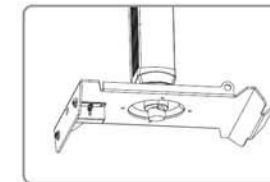

Figure 4
1. Die Halterung verfügt über die obere Projektoraufnahmeplatte (7) und untere Platte (8).
3. Drücken Sie den Sicherheitsverschluss (9) um die untere Platte zu lösen. (Fig. 3 & Fig. 4)
4. Verbinden Sie die obere Projektorplatte (7) mit vorinstallierter Kugelgelenkschale (5) (wie in Fig. 3 zu sehen) mit dem Rohr. Zur Verbindung nutzen Sie den Kugelkopf (5b) und die Schraube für Kugelkopf (6), zu sehen in Fig. 4